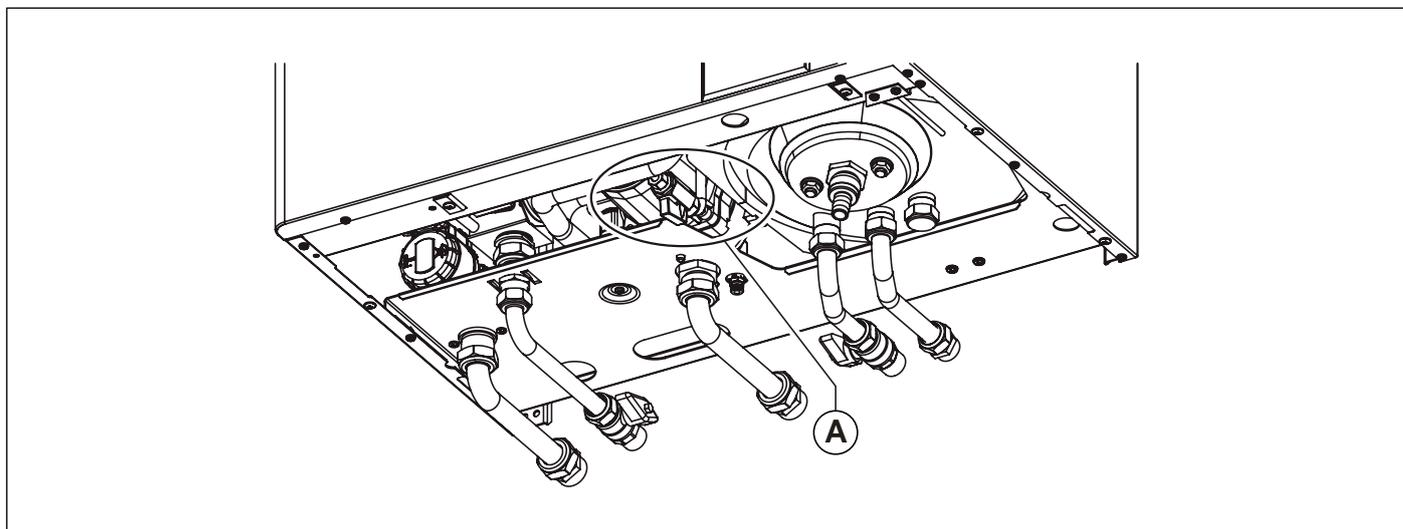

Fig. 2 Rubinetto di carico
Nel caso dovesse lampeggiare l'errore **e04** di blocco per pressione impianto insufficiente (che segnala l'intervento del pressostato acqua di sicurezza) provvedere al riempimento dell'impianto agendo sul rubinetto di carico in Fig. 2 Rubinetto di carico. L'errore **e04** viene visualizzato quando la pressione impianto scende sotto il valore di 0,4 bar e l'errore si resetta automaticamente quando la pressione dell'impianto raggiungerà la soglia di 1,0 bar. Il valore della pressione a caldaia fredda deve essere di 1÷1,3 bar.
- ruotare la manopola del rubinetto di carico Fig. 2 Rubinetto di carico in senso antiorario per permettere l'ingresso dell'acqua in caldaia;